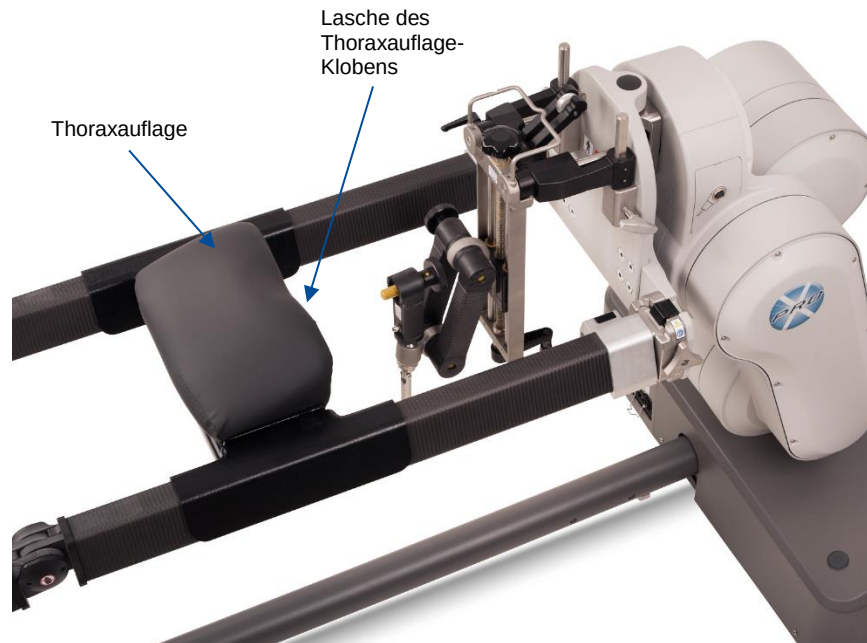

Abbildung 94: HWS-Thoraxstütze mit installierter Thoraxauflage
11. Zum Montieren der ProAxis®-Thoraxauflage die Öffnung des Auflagenklobens so ausrichten, dass sie die Kante der HWS-Thoraxstütze umschließt. Auf die HWS-Thoraxstütze schieben, bis die Lasche des Klobens fest auf der Stütze sitzt (Abbildung 94). Zum Entfernen auf die Lasche des Klobens drücken und die Auflage zum Fußende des Tisches schieben.